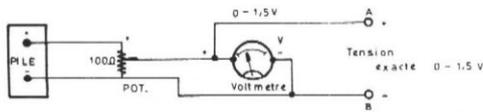

Figure 2
On utilisera, par exemple le montage de la figure 2 qui se compose d'une pile de 1,5 V aux bornes de laquelle on a branché un potentiomètre de 100Ω (ou toute valeur voisine). Ce potentiomètre consommera un courant relativement faible :
- 6) Brancher les points A et B du montage de la figure 2, aux points d'entrée + et — respectivement, après avoir, préalablement supprimé le court-circuit.